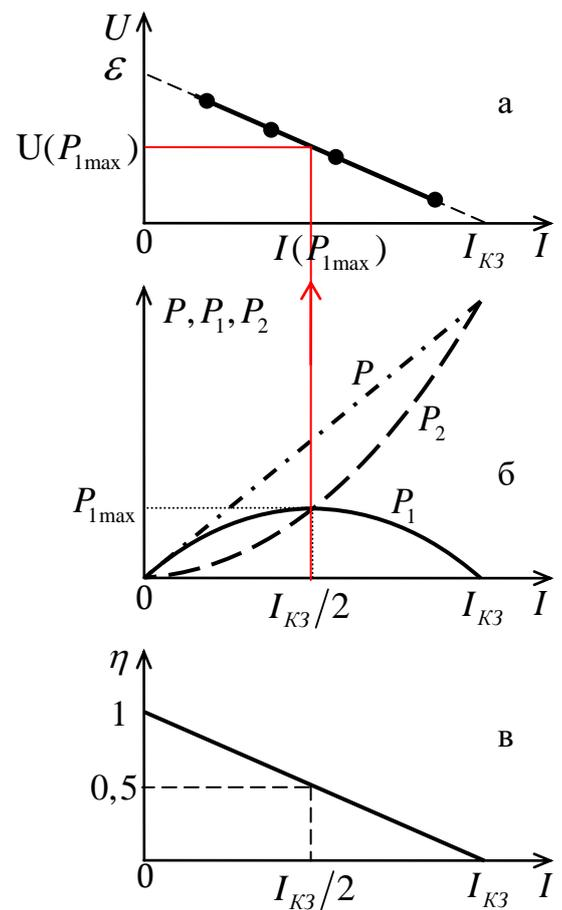

Рис. 2.7
является линейной функцией (рис. 2.7а).
Видно, что полезная мощность - квадратичная функция тока. Нули параболы $P_1(I)$ - это точки $I = 0$ и $U = 0$. Максимальное значение полезной мощности, вершина параболы, лежит посередине между нулями (Рис. 2.7б), т.е. при
При этом очевидно, что $P_1 = P_2$. Мощность потерь пропорциональна квадрату тока, следовательно, при максимальном токе I_{K3} она вчетверо больше, чем при токе $I_{K3}/2$, и равна полной мощности P , т.к. $P_1(I_{K3}) = 0$. Полная мощность $P = I\mathcal{E}$ – линейная функция тока. Все три графика мощности показаны на рис. 2.7б.
Видно, что КПД зависит от тока линейно (Рис. 2.7в). При оптимальной нагрузке, т.е. при $I(P_1 = \max) = I_{K3}/2 = \mathcal{E}/2r$, КПД равен 50 %. Действительно, при $R = r$ выделяется одинаковая тепловая мощность внутри источника и на нагрузке.
8. Рассчитать КПД источника формуле (11) $\eta = P_1/P$.
9. На листе А4 миллиметровки с книжной ориентацией построить вольтамперную характеристику источника тока ($I;U$), графики мощности P, P_1, P_2 и график КПД. Максимальное значение тока по горизонтальной оси выбрать больше максимального измеренного, ориентировочно 25 – 30 мА. Масштаб по горизонтальной оси тока у всех графиков одинаковый. Нанести точки ($I;U$) на график, провести прямую, наименее отклоняющуюся от точек (Рис. 2.7а).
12. По графику P_1 определить ток максимальной полезной мощности $I(P_1 = \max)$, сравнить его с $I_{кз}/2$ (формула 2.24). Обратный переход от графика мощности к ВАХ показан на рис. 2.7 красными линиями. Для $I(P_1 = \max)$ по ВАХ графически определить напряжение на нагрузке $U(P_1 = \max)$, а по нему рассчитать оптимальное сопротивление нагрузки $R(P_1 = \max)$. Сравнить его с внутренним сопротивлением источника r , полученным в п. 10.